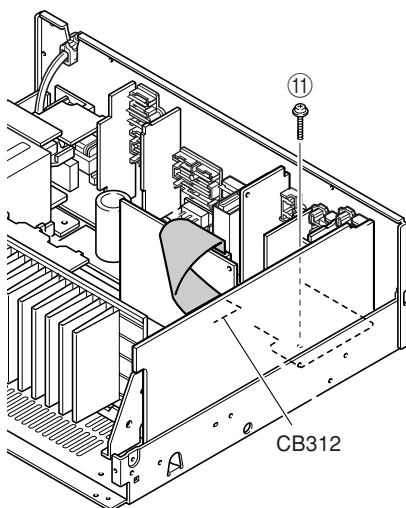

Fig. 4
- Remove CB312. (Fig. 4)
- Remove 1 screw (11). (Fig. 4)
- Remove FUNCTION (1) ~ (4), FUNCTION (10), VIDEO (1) and VIDEO (2) P.C.B.s. and the Tuner. (Fig. 4)
- CB312を外します。(Fig. 4)
- 11のネジ1本を外します。(Fig. 4)
- FUNCTION (1)~(4)、FUNCTION (10)、VIDEO (1)、VIDEO (2) P.C.B.、TUNERを取り外します。(Fig. 4)
5. RX-V430/RX-V430RDS/HTR-5540/HTR-5540RDS/ DSP-AX430: Removal of FUNCTION (1) ~ (4), FUNCTION (10) P.C.B.s and Tuner
- Remove 1 screw (⑪). (Fig. 4)
- Remove FUNCTION (1) ~ (4), FUNCTION (10) P.C.B.s. and the Tuner. (Fig. 4)
5. RX-V430/RX-V430RDS/HTR-5540/HTR-5540RDS/ DSP-AX430: FUNCTION (1) ~ (4), FUNCTION (10) P.C.B., TUNERの外し方
- ⑪のネジ1本を外します。(Fig. 4)
- FUNCTION (1) ~ (4)、FUNCTION (10) P.C.B.、TUNERを取り外します。(Fig. 4)